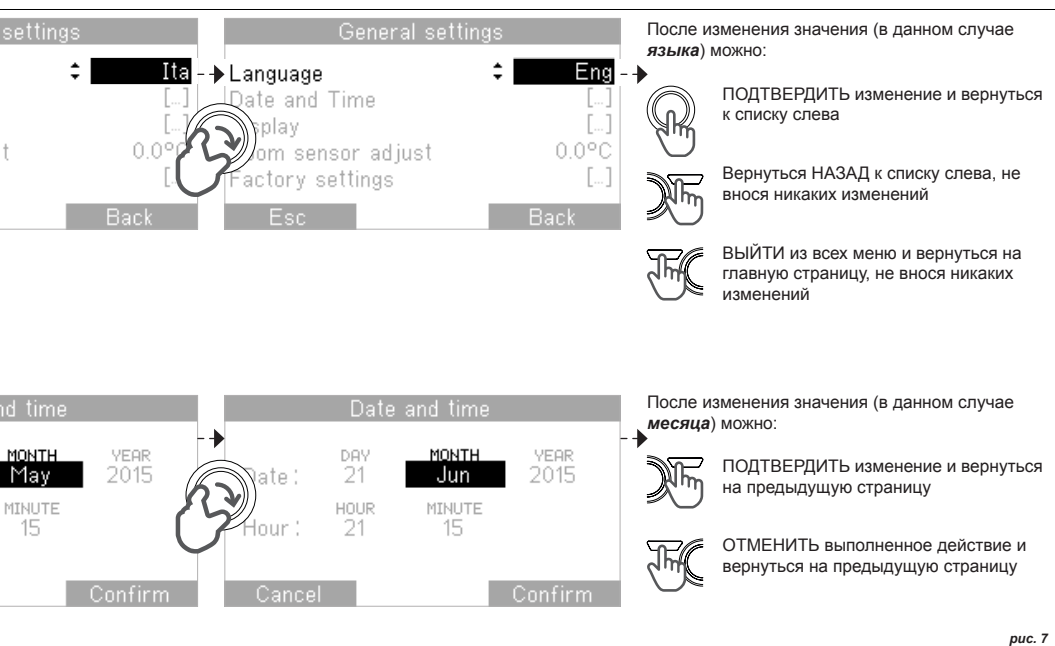

рис. 7
Подменю бывают разных типов, одни только предоставляют справочную информацию, другие позволяют изменять значения. Кроме того, они могут быть структурированы на нескольких уровнях, когда справа от записи находится символ [...], это означает, что при нажатии на ручку появится другая страница или подменю (рис. 7).
- **Перед изменяемыми значениями** стоит значок , чтобы выполнить изменение, нажмите на ручку (значение будет выделено) и поверните ее. Нажатие на ручку подтверждает выполненные действия и позволяет вернуться к списку пунктов (рис. 7).